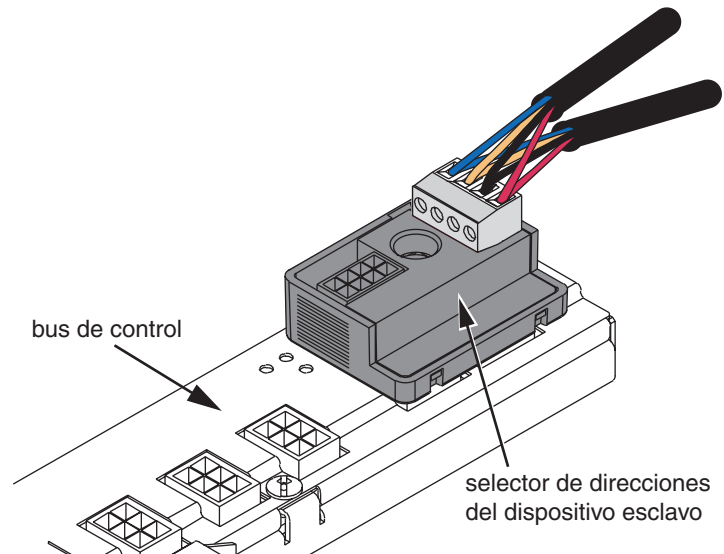

Figura 6: Selector de direcciones del dispositivo esclavo ubicado en el bus de control izquierdo
2. Colóquese de frente al primer tablero esclavo y conecte el selector de direcciones del dispositivo esclavo a los conectores del bus de control vertical izquierdo (vea la Figura 6).